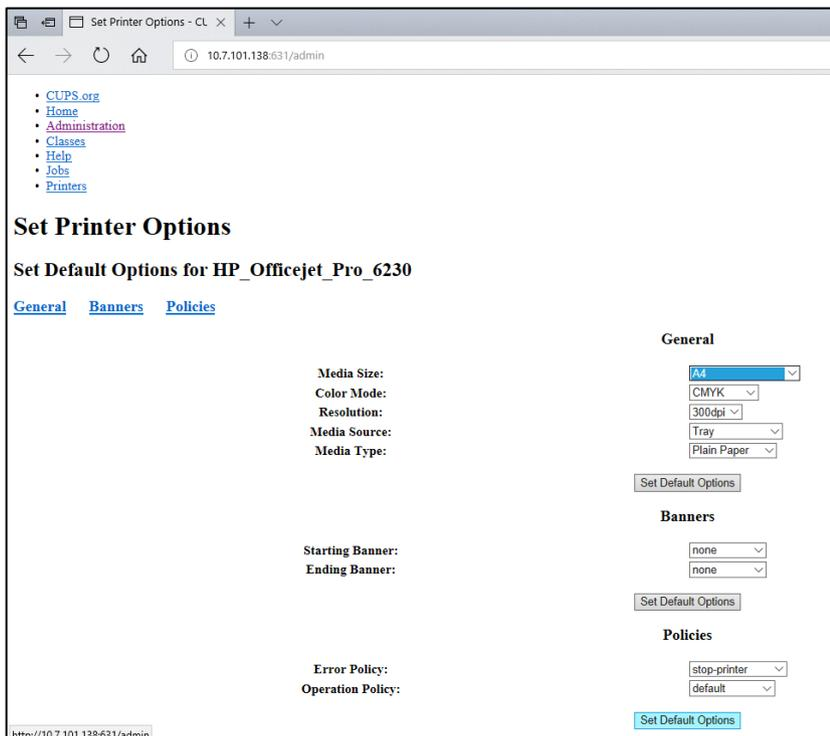

Figura 104. Selezione del formato di stampa corretto.
7. Selezionare il Media Size (Formato di stampa) corretto (ad esempio "A4") perché alcune stampanti non stampano se il formato della carta è sbagliato. Successivamente, salvare la selezione premendo **Set Default Options** (Imposta opzioni predefinite) (Figura 104).